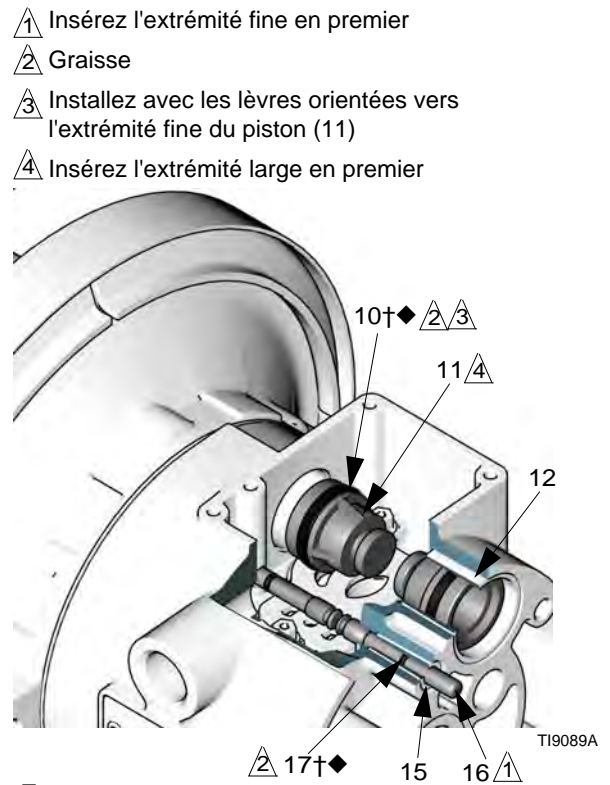

FIG. 7
4. Sortez les deux pistons d'actionnement (11) des coussinets (12). Retirez les joints en coupelle (10) des pistons. Sortez les axes de commande (16) des coussinets (15). Retirez les joints toriques (17) des axes de commande. Voir FIG. 7.
6. Examinez les coussinets (12, 15) en place. Voir FIG. 7. Les coussinets sont cintrés et, s'ils sont endommagés, doivent être retirés par l'extérieur. Pour cela, il est nécessaire de démonter la partie fluide. Consultez la page 26.
4. Installez un joint torique (17†◆) sur chaque axe de commande (16). Graissez les axes et les joints toriques. Insérez les axes dans les coussinets (15), extrémité **fine** en premier. Voir FIG. 7.
5. Installez un joint en coupelle (10†◆) sur chaque piston d'actionnement (11), en orientant les lèvres des joints vers l'extrémité **fine** des pistons. Voir FIG. 7.
6. Lubrifiez les joints en coupelle (10†◆) et les pistons d'actionnement (11). Insérez les pistons d'actionnement dans les coussinets (12), extrémité **large** en premier. Laissez l'extrémité fine des pistons exposée. Voir FIG. 7.